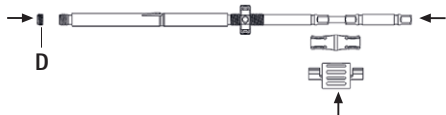

Fig. 11
- Insérer le tournevis dans la douille intérieure, sécuriser avec l'espaceur et ficher la vis de verrouillage **D**, voir Fig. 11.